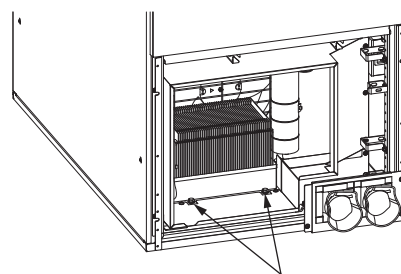

図7
②ラック底面のクーラー固定用六角ボルトM8×40（2か所）、ばね座金8（2か所）、みがき丸座金8（2か所）を取り外してください（図7）。